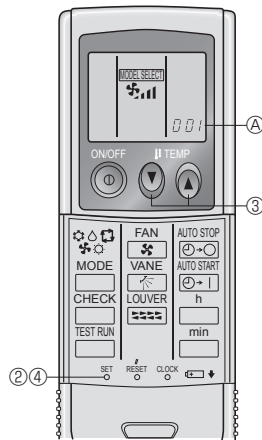

Fig. 6-3
3) 設定 (Fig. 6-3)
- ① 裝入電池。
- ② 用尖頭物體按 SET（設定）按鈕。